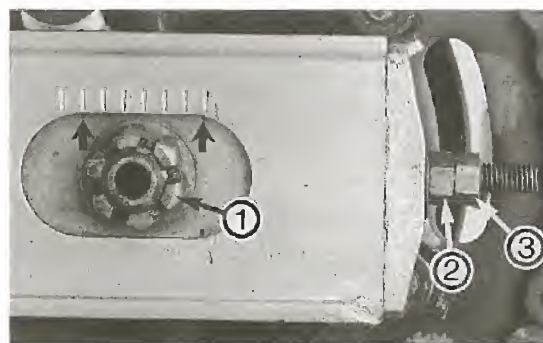

Bild 50
- Zum Korrigieren des Durchhangs Hinterachsmutter ① Bild 50 lösen, Gegenmuttern ③ auf beiden Seiten lockern und Einstellmuttern ② jeweils um gleiche Anzahl von Umdrehungen weiterstellen, bis Kette korrekten Durchhang erreicht.